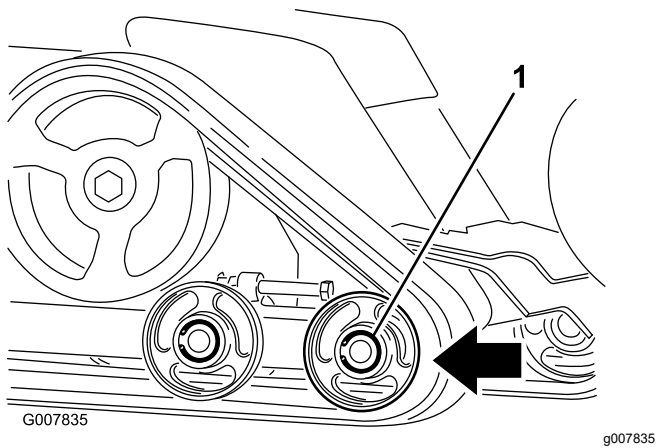

Figure 47
6. Poussez le galet de roulement avant aussi loin que possible vers l'arrière (Figure 47).
8. Lorsque la chenille est déchaussée, déposez-la de la machine (Figure 47).
9. Pour installer une chenille neuve, commencez par l'enrouler autour de la roue d'entraînement, en vérifiant que les crampons s'engagent correctement entre les entretoises sur la couronne (Figure 47).
10. Poussez la chenille sous et entre les galets de roulement arrière et central (Figure 47).